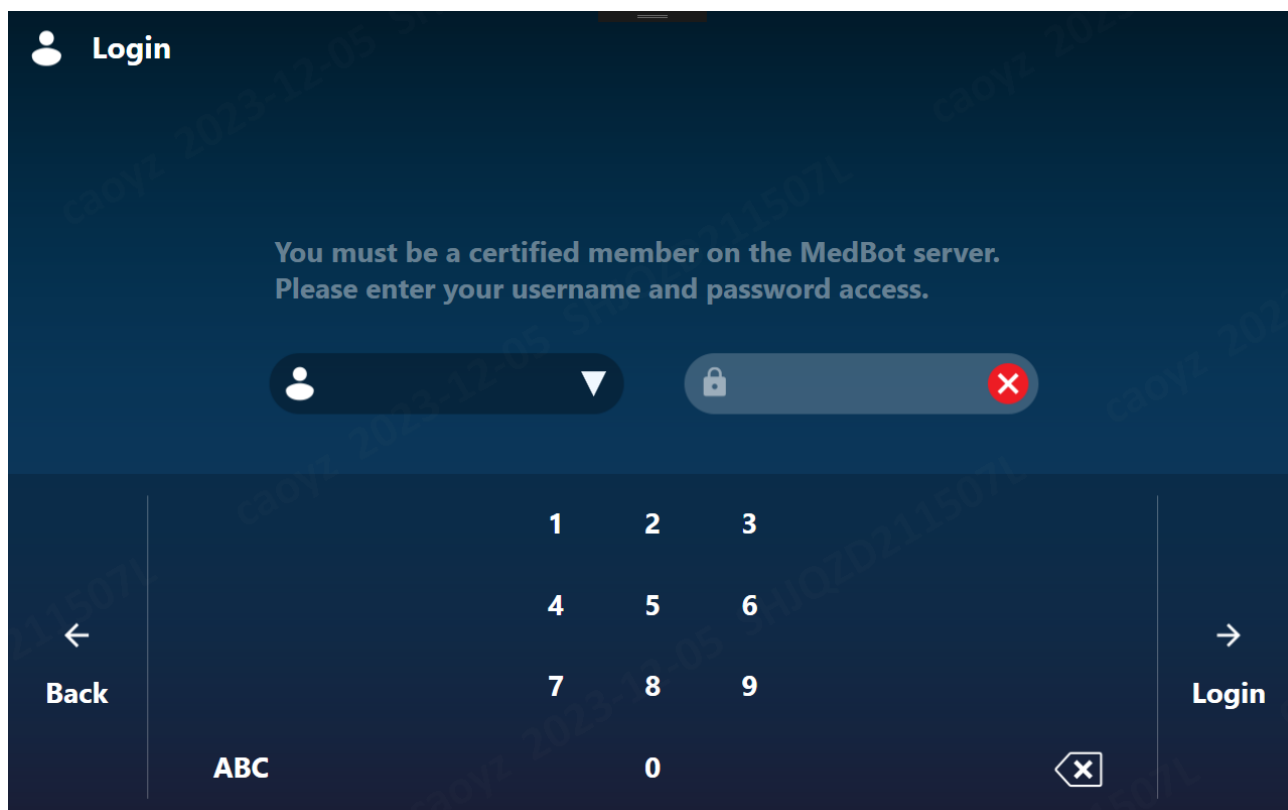

Рисунок 5.8. Меню входа в систему
- Отрегулируйте положение блока с приводами (как показано красным кругом на рис. 5.8), рекомендуется отрегулировать положение, как показано на рис. 5.7.